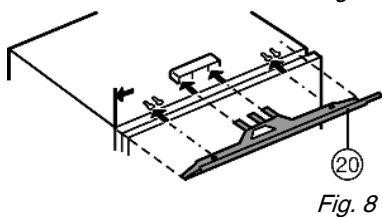

Fig. 8
- ▶ Montare la fascia di compensazione Fig. 8 (20) a filo, lato maniglia ← con il fianco dell'apparecchio: inserirla nella nervatura e agganciarla nelle toppe